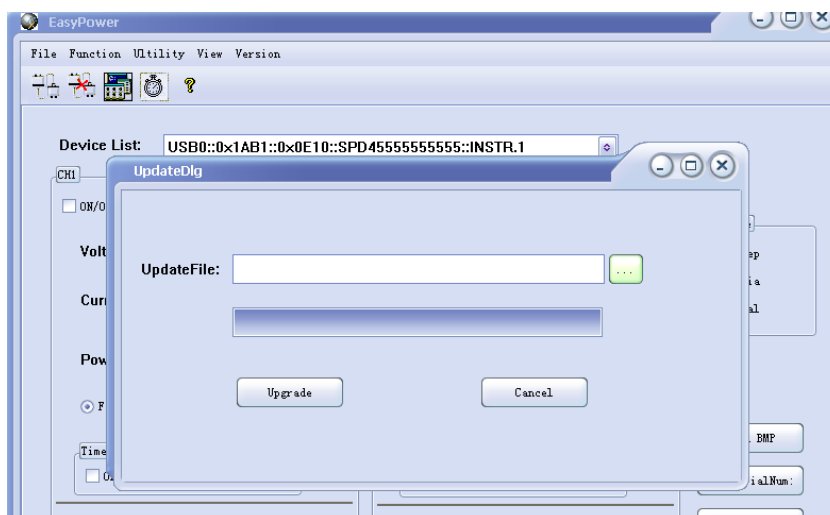
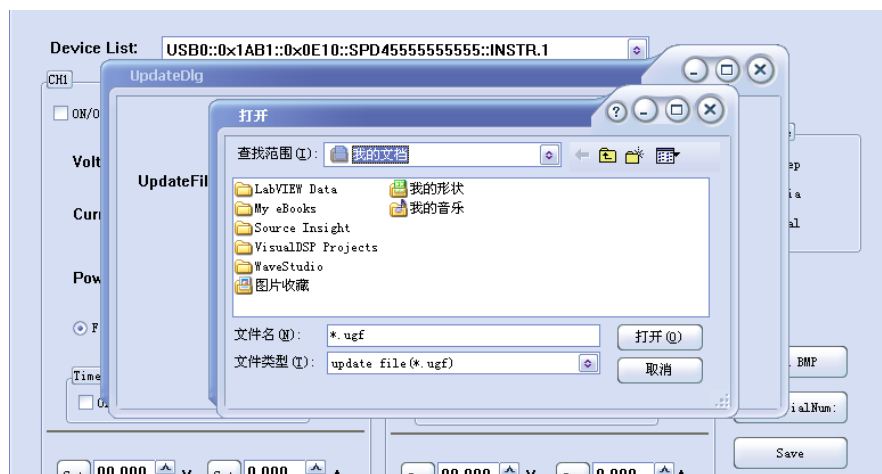

图2
图3
- (3) 固件升级的对话框如图 2 所示, 点击文件选择对话框  , 会弹出如图 3 所示的对话框, 可以选择要升级的文件, 文件名的后缀名为 .ugf。